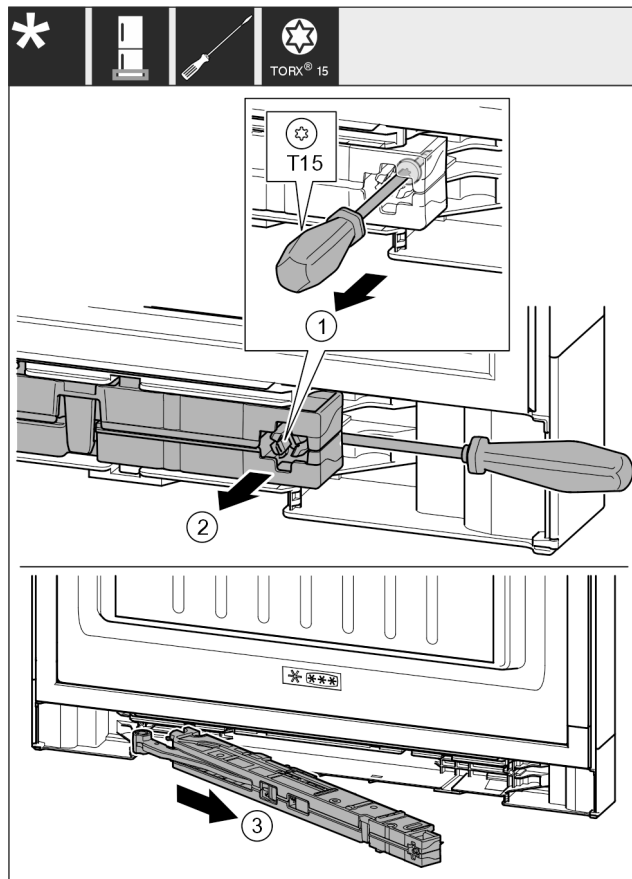

Fig. 17
- ▶ Allentare la vite di ca. 14 mm sull'unità ammortizzatore di chiusura con il cacciavite T15. Fig. 17 (1)
- ▶ Spingere con un cacciavite sul lato maniglia dietro l'unità ammortizzatore di chiusura. Ruotare l'unità in avanti. Fig. 17 (2)
- ▶ Estrarre l'unità. Fig. 17 (3)